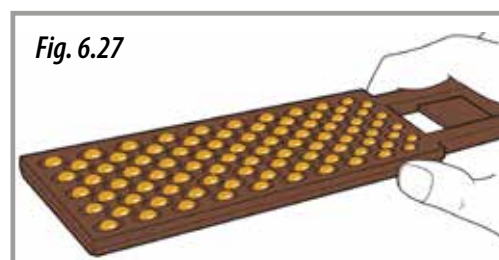

Fig. 6.27
- 1- Introduzca el «cuentagranos» (Fig. 6.27) en el saco de semilla para llenarlo.